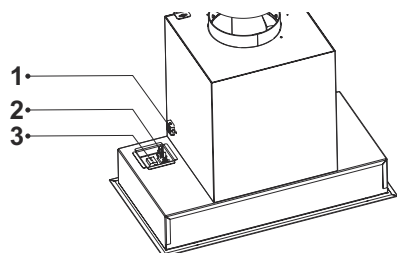

Fig. 18
**5.** ➔ Tilslut nu de 3 kabler fra elektronikboksen over i emhætten (Fig. 18).